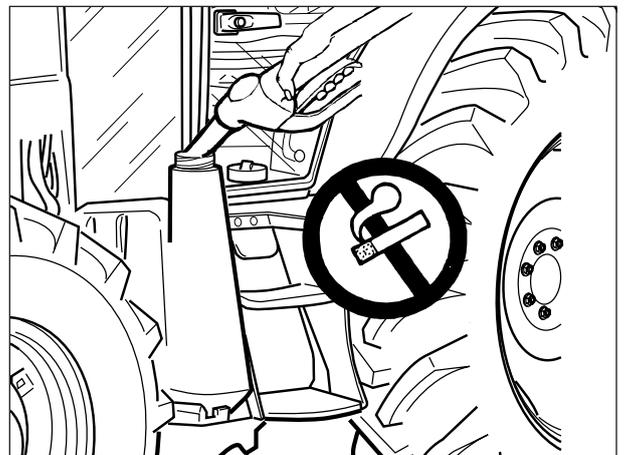

Abb.2-7
- Beim Tanken NICHT rauchen. Keine offenen Flammen annähern (Abb. 2-7). [4.1.i]